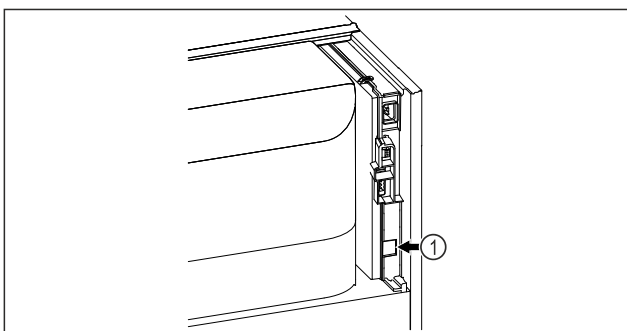

Fig. 83
- SmartModule Fig. 83 (1) установлен.